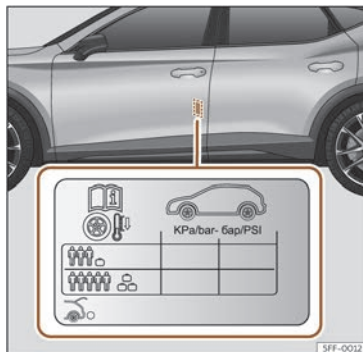

Fig. 229 Emplacement de l'autocollant de gonflage des pneus.
- Adaptez la pression des pneus en fonction de la charge transportée par le véhicule >>> **fig. 229.**
Les valeurs de pression de gonflage figurent sur l'autocollant situé sur la face arrière du cadre de la portière avant gauche >>> **fig. 229.**
Adaptez la pression de gonflage des pneus à la charge du véhicule. Si le véhicule est chargé au maximum, vous devez augmenter la pression de gonflage jusqu'à la valeur maximale de charge indiquée sur l'autocollant >>> **fig. 229.**
Dans le cas de la roue de secours de taille réduite (125/70 R16 ou 125/70 R18), la gonfler à une pression de 4,2 bar comme indiqué sur l'autocollant de pression des pneus >>> **fig. 229.**
- Le conducteur est responsable de la pression correcte de tous les pneus de son véhicule. La pression de gonflage recommandée est indiquée sur un autocollant >>> **fig. 229.**
- Avec les pneus à froid, la pression devra toujours être celle indiquée sur l'autocollant >>> **fig. 229.**